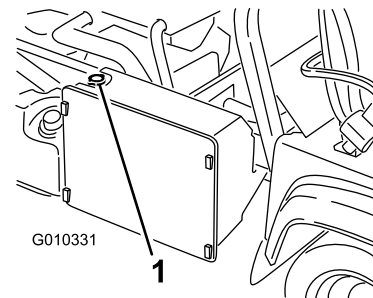

図 77
3. ラジエターキャップを取る 図 77。
4. 冷却液タンクからキャップを取る 図 77。
7. ラジエーター液を一杯にして、キャップを閉める 図 77。